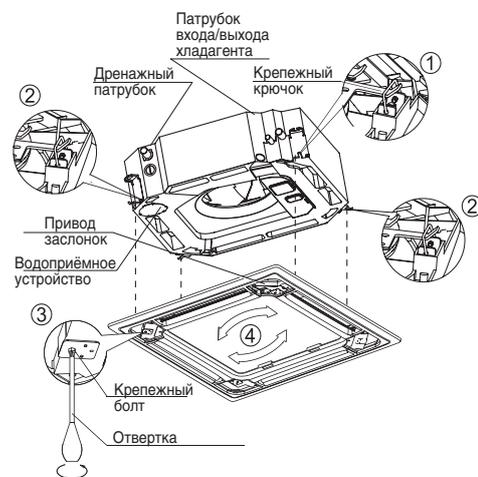

Рис. 5-9
- Расположите декоративную панель таким образом, чтобы угол, где находится привод заслонок совпадал со стороной водоприёмного устройства (рис. 5-9)